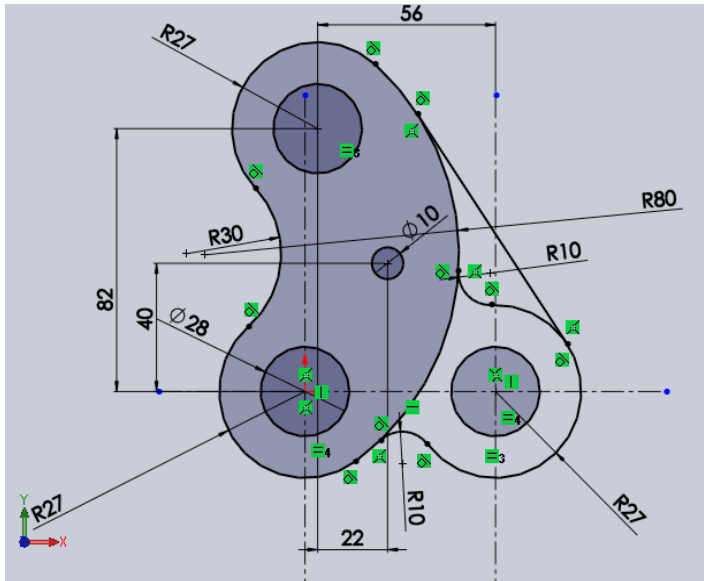

Figura 2-20
8. Para finalizar la construcción de croquis se realiza Click en **Línea** la cual debe ser tangente a los elementos que se muestran en la figura 2-20